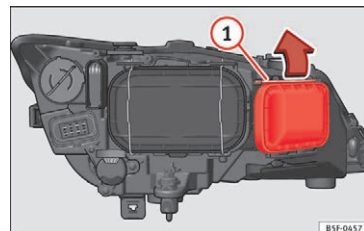

Fig. 107 Lygte til fjernlys
- Forskyd holderen » **Fig. 107 ①** i pilens retning, og tag afdækningen af.